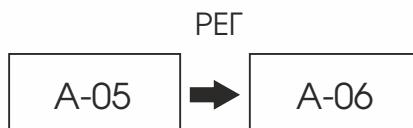

Рисунок 10. Изменение стандартной программы.
9. Для изменения стандартной программы металлодетектора удерживайте нажатой в течение 5 секунд кнопку «РЕГ». На индикаторе появится надпись «A-05» как показано на рис. 10. Используйте кнопку «РЕГ» для изменения стандартной программы (от A-05 до A-50) и кнопку «ВВОД» для сохранения выбранного значения и перехода в рабочий режим металлодетектора. Программа A-05 соответствует максимальной чувствительности металлодетектора, A-50 - минимальной.